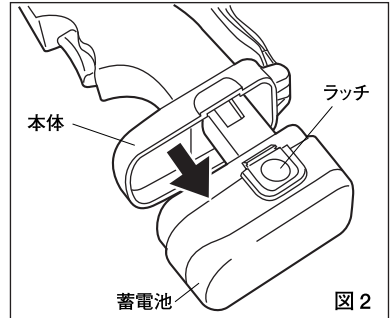

図 2
(1) 充電
- ①蓄電池のラッチ部を押しながら蓄電池を本体から取外します。(図2)